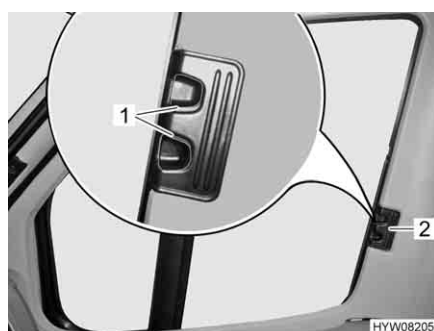

Fig. 34 Tendina oscurante pieghevole per il finestrino del conducente/passeggero
- Comprimere le levette di bloccaggio (Fig. 34,1) e mantenerle in questa posizione.
- Con la levetta (Fig. 34,2) tirare le tendine oscuranti pieghevoli per il finestrino del guidatore e del passeggero verso l'altro lato della finestra e congiungerle alle strisce magnetiche.
- Inserire fino all'arresto le tendine oscuranti pieghevoli per il finestrino del guidatore e del passeggero per la maniglia (Fig. 34,2).
- Rilasciare le levette di bloccaggio (Fig. 34,1) e mantenerle innestate.